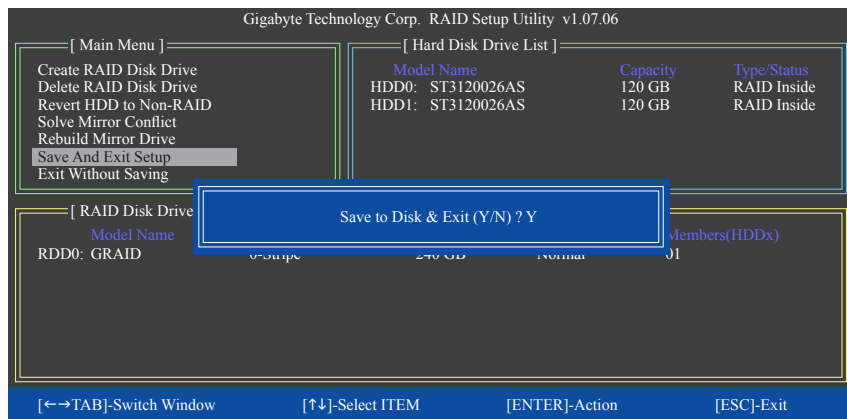

図10
7. **Save and Exit Setup:** RAIDアレイを構成した後、メイン画面で**Save And Exit Setup**項目を選択し、設定を保存してからRAID BIOSユーティリティを終了し、<Y>を押します(図 10)。